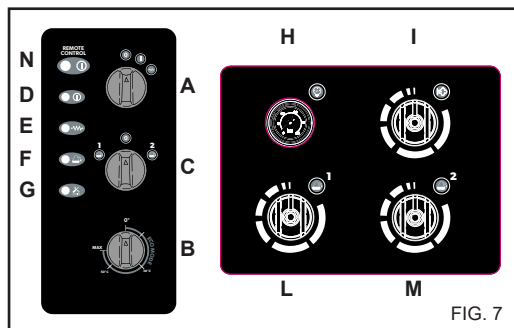

FIG. 7
2) Azionare l' idropulitrice, selezionare mediante il selettore C) fig. 7 il tipo di prodotto da utilizzare ("1" o "2"), aprire il rubinetto detergente interessato rif. L) per prodotto n. "1" o rif. M) per prodotto "2" (fig. 7) ruotando la manopola in senso antiorario. Cospargere la superficie da lavare agendo dal basso verso l' alto.
3) Posizionare il selettore del prodotto detergente C) fig. 7 in pos. "0". Chiudere i rubinetti di regolazione ruotando le manopole in senso orario.